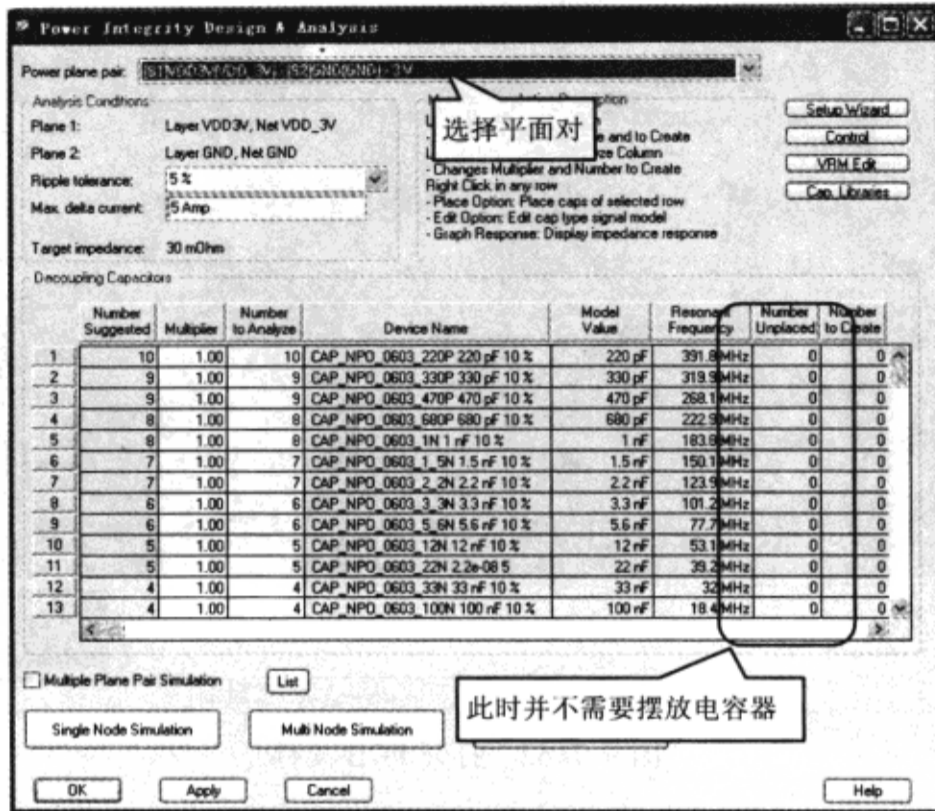

图 9-7-54 选择平面对
(5) 在“Power Integrity Design & Analysis”对话框中“Power plane pair”栏中选择“[S1]VDD3(VDD\_3) - [S2]GND(GND) - 3V”，如图 9-7-54 所示。此时在“Power Integrity